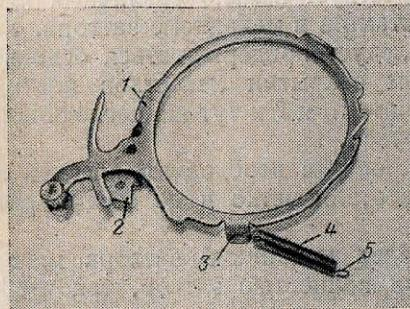

Рис. 52. Силовой рычаг затвора с пружиной
**Силовая пружина кольцевого рычага затвора.** Если при заводе рычага затвора палец не чувствует сопротивления пружины, а при нажатии на спуск затвор не срабатывает, то для ремонта разбирают затвор до снятия кольца делителя скоростей и тщательно просматривают механизм. Если окажется, что силовая пружина 4 рычага завода 1 (рис. 52) сорвалась с держателя, снимают этот рычаг и при